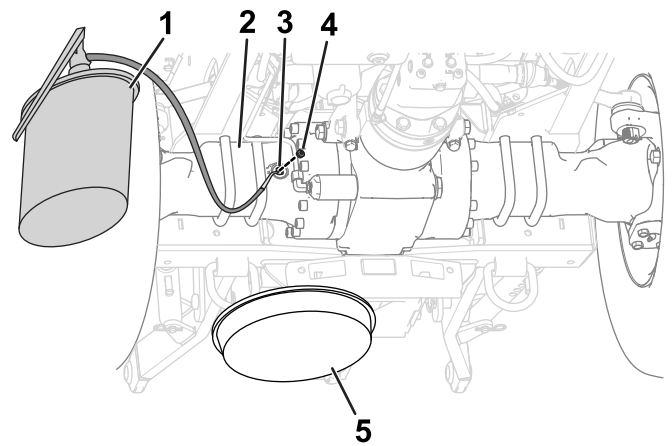
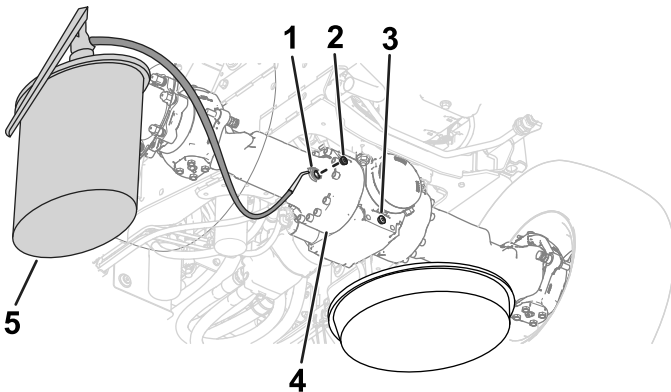

Bild 100
Bild 99
- Setzen Sie die Ablassschrauben in die Ablassanschlüsse im Differenzialgehäuse ein (Bild 99 und Bild 100).
- Füllen Sie Öl der angegebenen Sorte durch die Schauglasöffnung in die Achsen, bis der Ölstand an der Unterseite des Schraubengewindes der Öffnung liegt (Bild 99 und Bild 100).
- Setzen Sie die Füllschrauben in die Schaugläser im Differenzialgehäuse der Achse ein (Bild 99 und Bild 100).